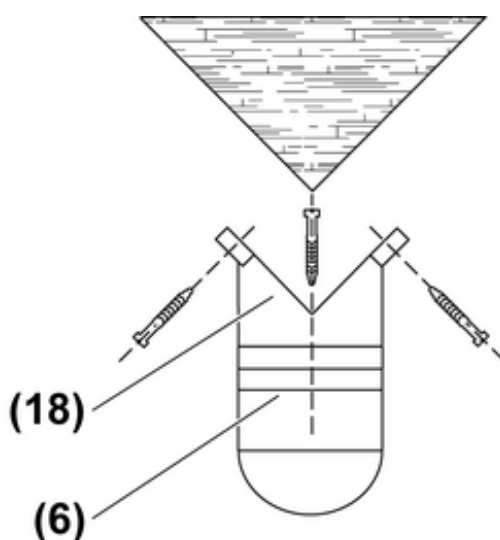

Bild 17: Montage auf Außenecke
- Für die Montage an Hausecken ist ein Eckstück (18) notwendig (Bild 17) (siehe Zubehör).